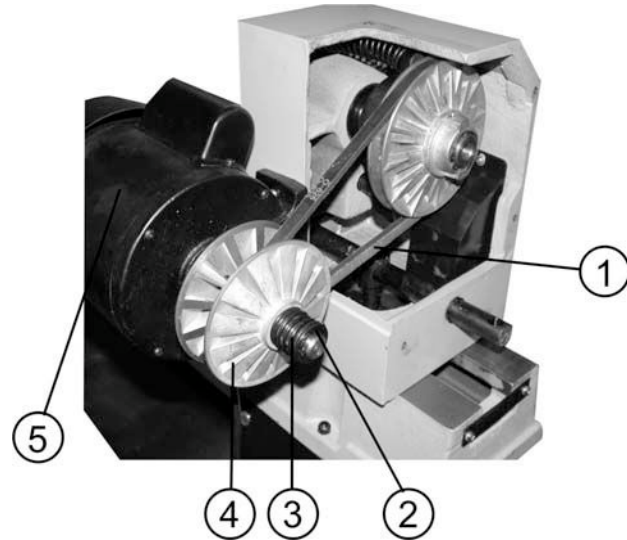

Рис. 18
11.4. Для замены приводного ремня (1) снимите кожух передней бабки, стопорное кольцо (2) пружину (3) и правый шкив двигателя (5). Замените ремень и установите детали в обратной последовательности, Рис. 18.